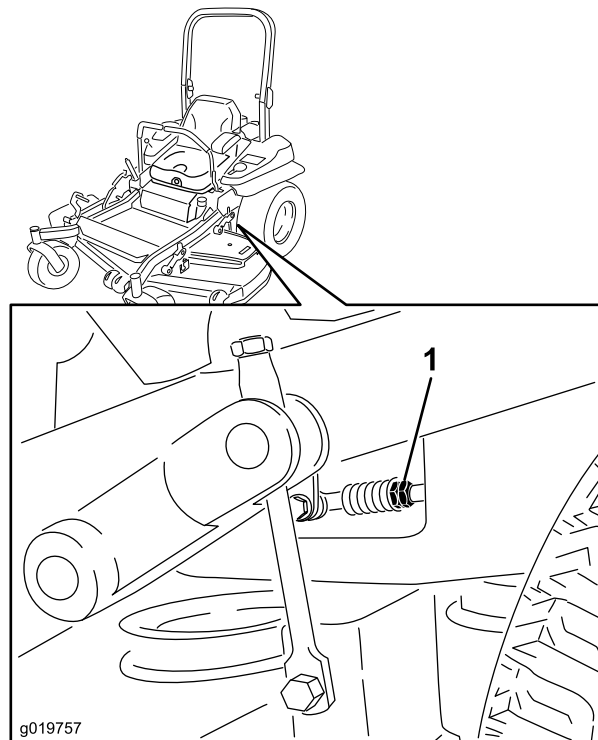

Figure 79
7. Placez les leviers de commande de déplacement en position point mort. Réglez la longueur des tiges de pompes en tournant les doubles écrous dans le sens voulu jusqu'à ce que les roues tournent légèrement en marche arrière (Figure 79). Placez les leviers de commande de déplacement en position de marche arrière et, tout en appuyant légèrement sur les leviers, laissez les ressorts de marche arrière ramener les leviers au point mort. Les roues doivent s'arrêter de tourner ou tourner légèrement en arrière.